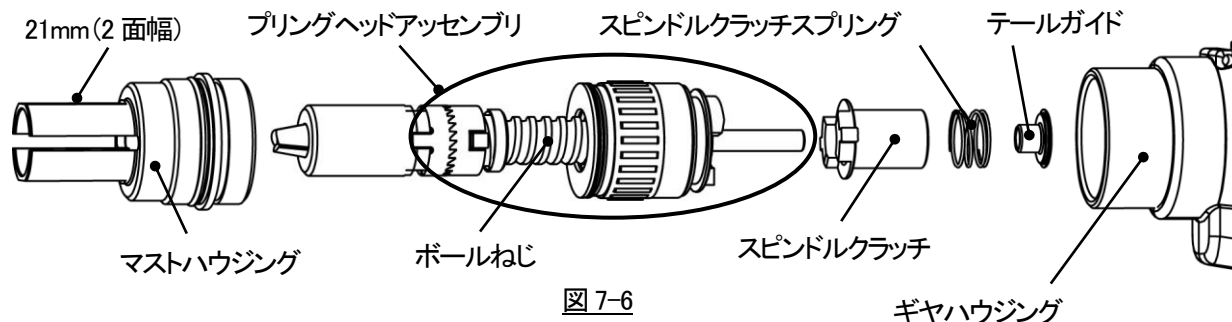

図 7-6
①7-1①②の要領でノーズハウジングをツール本体より取り外して、交換してください。
②21mm スパナを使用してマストハウジングを右に回し(左ねじ)て緩め、ツール本体より取り外してください。このとき外れてくる部品を(図 7-6)示します。